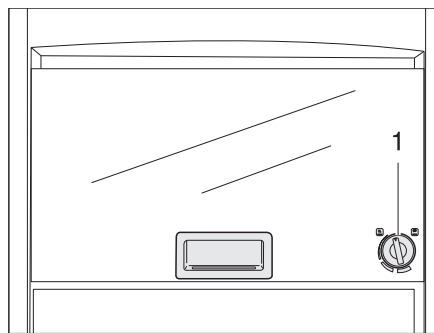

Fig. 325 Horno de gas (Dometic)
- Presionar el regulador giratorio (Fig. 325,1) ligeramente y girarlo hacia la izquierda a una posición cualquiera.
- Girar el regulador giratorio (Fig. 325,1) a "O". La llama se apaga.